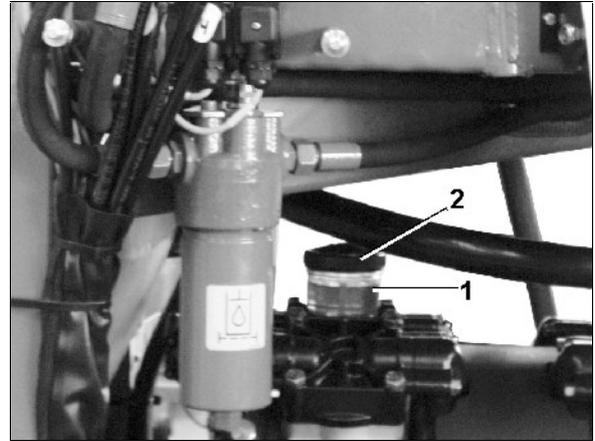

Fig. 198
1. Kontrollieren, ob der Ölstand an der Markierung (Fig. 198/1) bei nicht laufender und waagrecht stehender Pumpe sichtbar ist
2. Den Deckel (Fig. 198/2) abnehmen und Öl nachfüllen, wenn der Ölstand an der Markierung (Fig. 198/1) nicht sichtbar ist.
2. Deckel (Fig. 198/2) abnehmen.
5. Antriebswelle wechselweise nach rechts und links drehen und neues Öl langsam auffüllen. Die korrekte Ölmenge ist eingefüllt, wenn das Öl an der Markierung (Fig. 198/1) sichtbar ist.